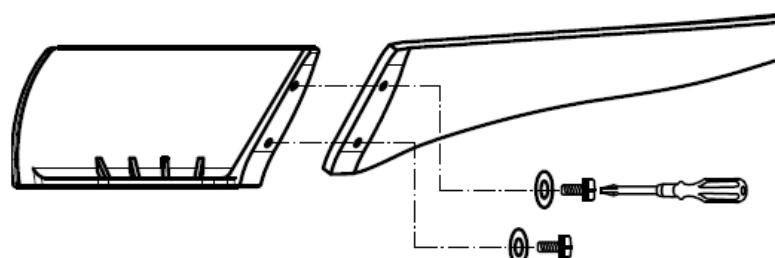

Fig. 7
- Fije el aspa a su soporte apretando los 2 tornillos de aspas con las arandelas. Fig.7